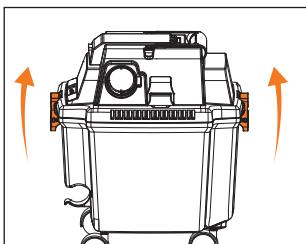

Рис. 9
- Откройте фиксаторы и снимите верхнюю крышку (Рис. 9).